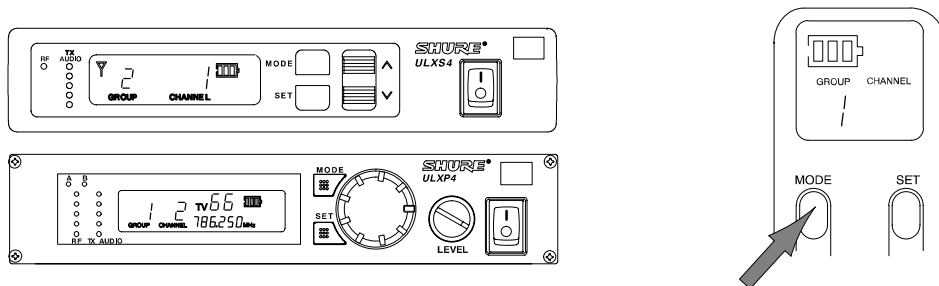

FIGURE 25
1. Noter les numéros de groupe et de canal affichés sur l'écran du récepteur. Appuyer sans relâcher sur le bouton «MODE» jusqu'à ce que seul le numéro du groupe soit visible, comme illustré à la figure 25.